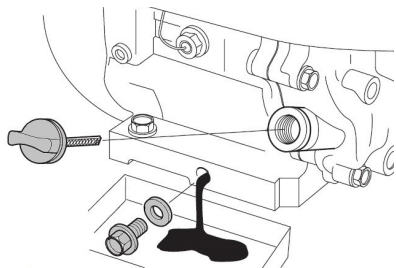

Рис. 15 Замена масла в двигателе
4. Открутите пробку для слива масла и слейте отработанное масло в подготовленную для этого емкость (Рис.15).